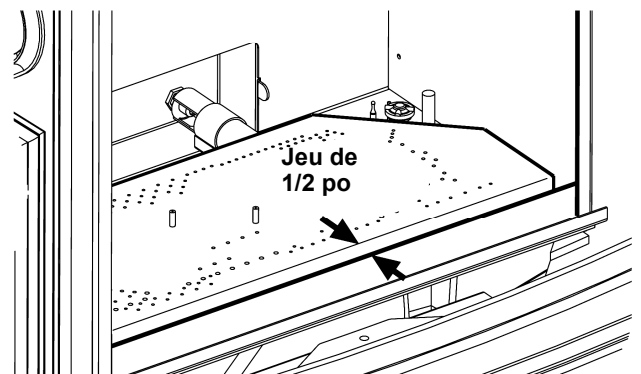

Figure 25. Position correcte du brûleur.
10. **Réinstallez le plateau du brûleur.** Glissez le tube du brûleur sur l'obturateur d'air tel que montré à la fig. 25. Vérifiez que le brûleur est solidement fixé aux 2 brides de fixation à l'avant de la chambre de combustion et repoussez le plateau vers l'arrière de la chambre de combustion. Une fois bien positionné, il doit y avoir 1/2 po (13 mm) de jeu entre le plateau du brûleur et l'avant de la chambre de combustion. Voir fig. 25.